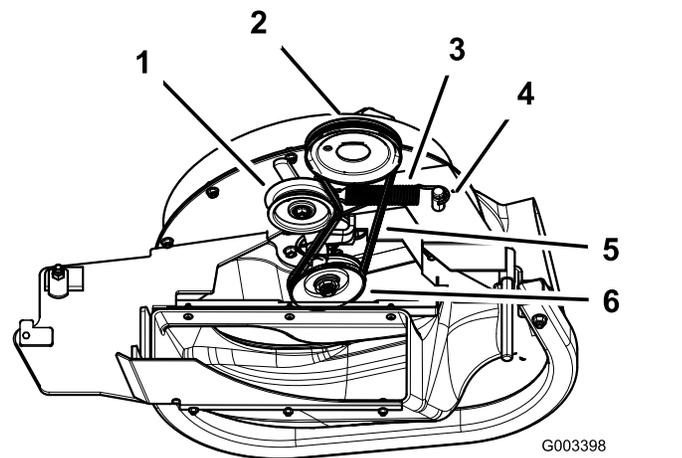

Figura 58
4. Tire hacia atrás de la polea tensora tensada con muelle para aliviar la tensión de la correa (Figura 58).
6. Instale la correa nueva alrededor de la polea del soplador (Figura 58).